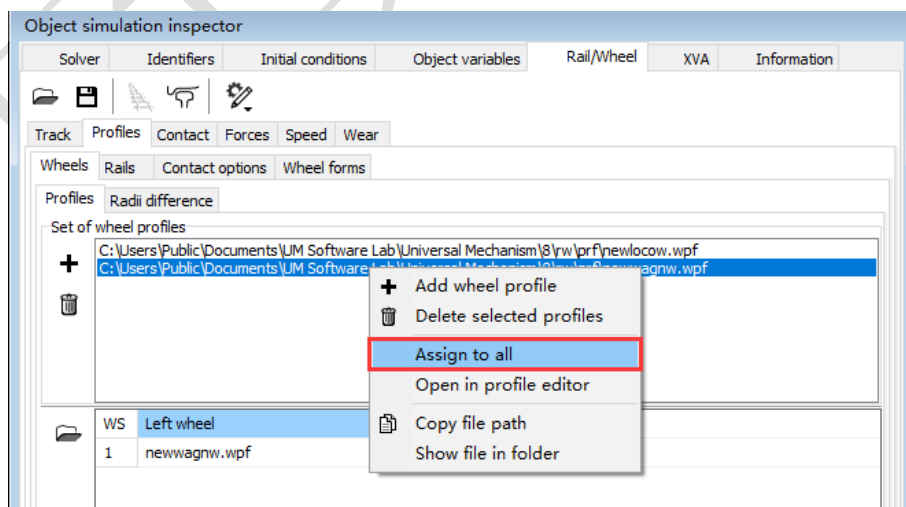

图 1.4 设置车轮型面
7. 在列表中选中上一步添加进来的型面，点右键，选择 **Assign to all**，统一赋给所有车轮（实际上每个车轮可以单独设置），如图 1.4 所示。